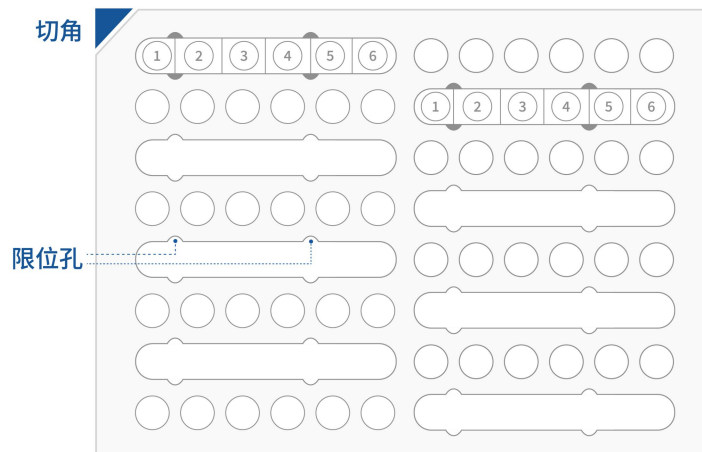

图 1. 预封装条插入深孔板架的正确排布
- 预封装条插入深孔板架上时, 如图 1 所示: 深孔板架的左上角应为切角, 预封装条需根据限位孔的位置进行摆放并注意卡紧, 此时 6 联孔预封装条孔壁上的序号从左到右依次为 1-6。